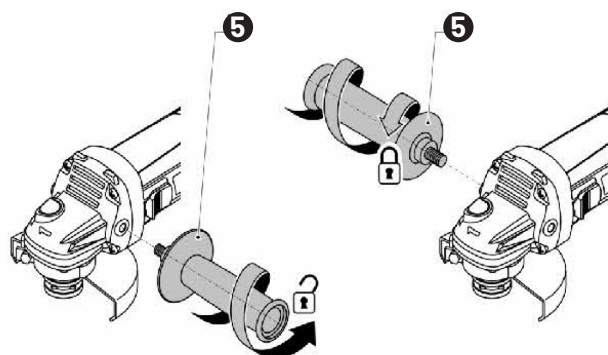

FIG. 2
Montering/demontering (se fig. 2):
- Lossa skruven (11) med en skruvmejsel (medföljer ej).
- Montera skyddshöljet (4) på spindelhalsen och se till att monteringsfästet (10) är i linje med spåret (se fig. 2).
- Dra åt skruven (11) med en skruvmejsel.